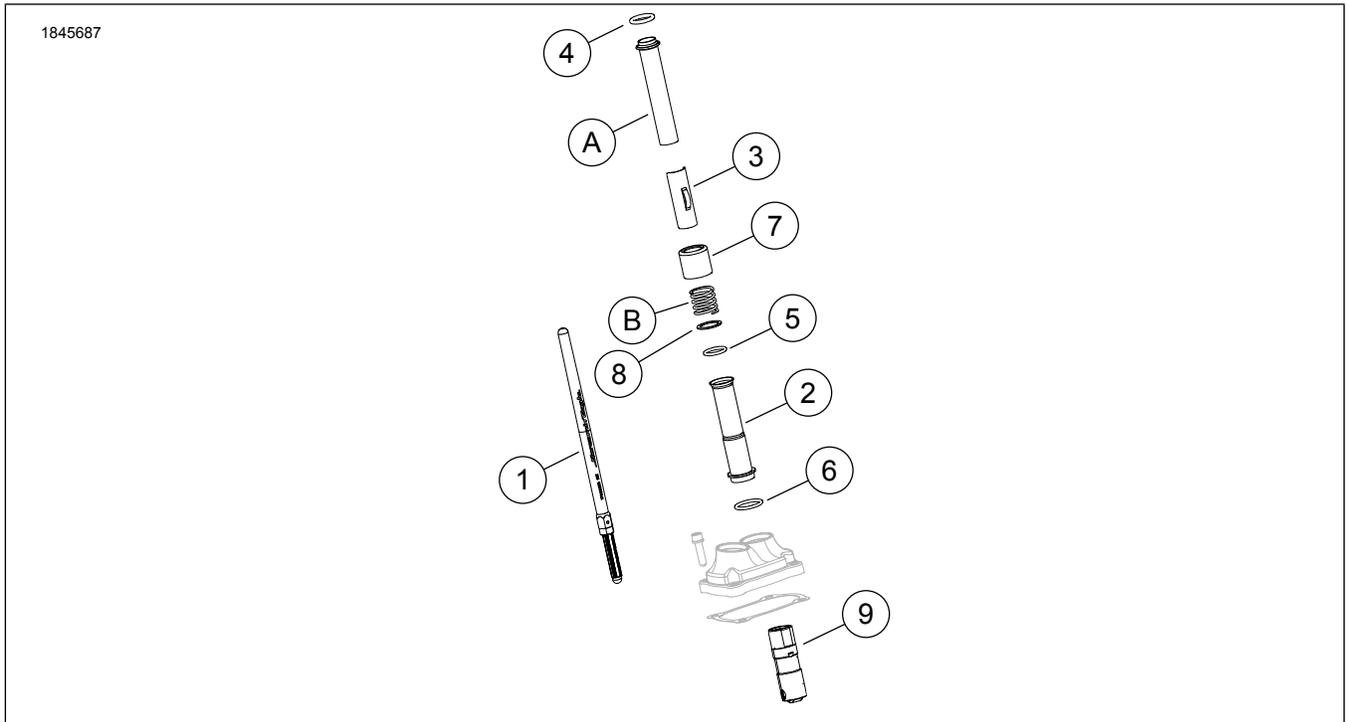
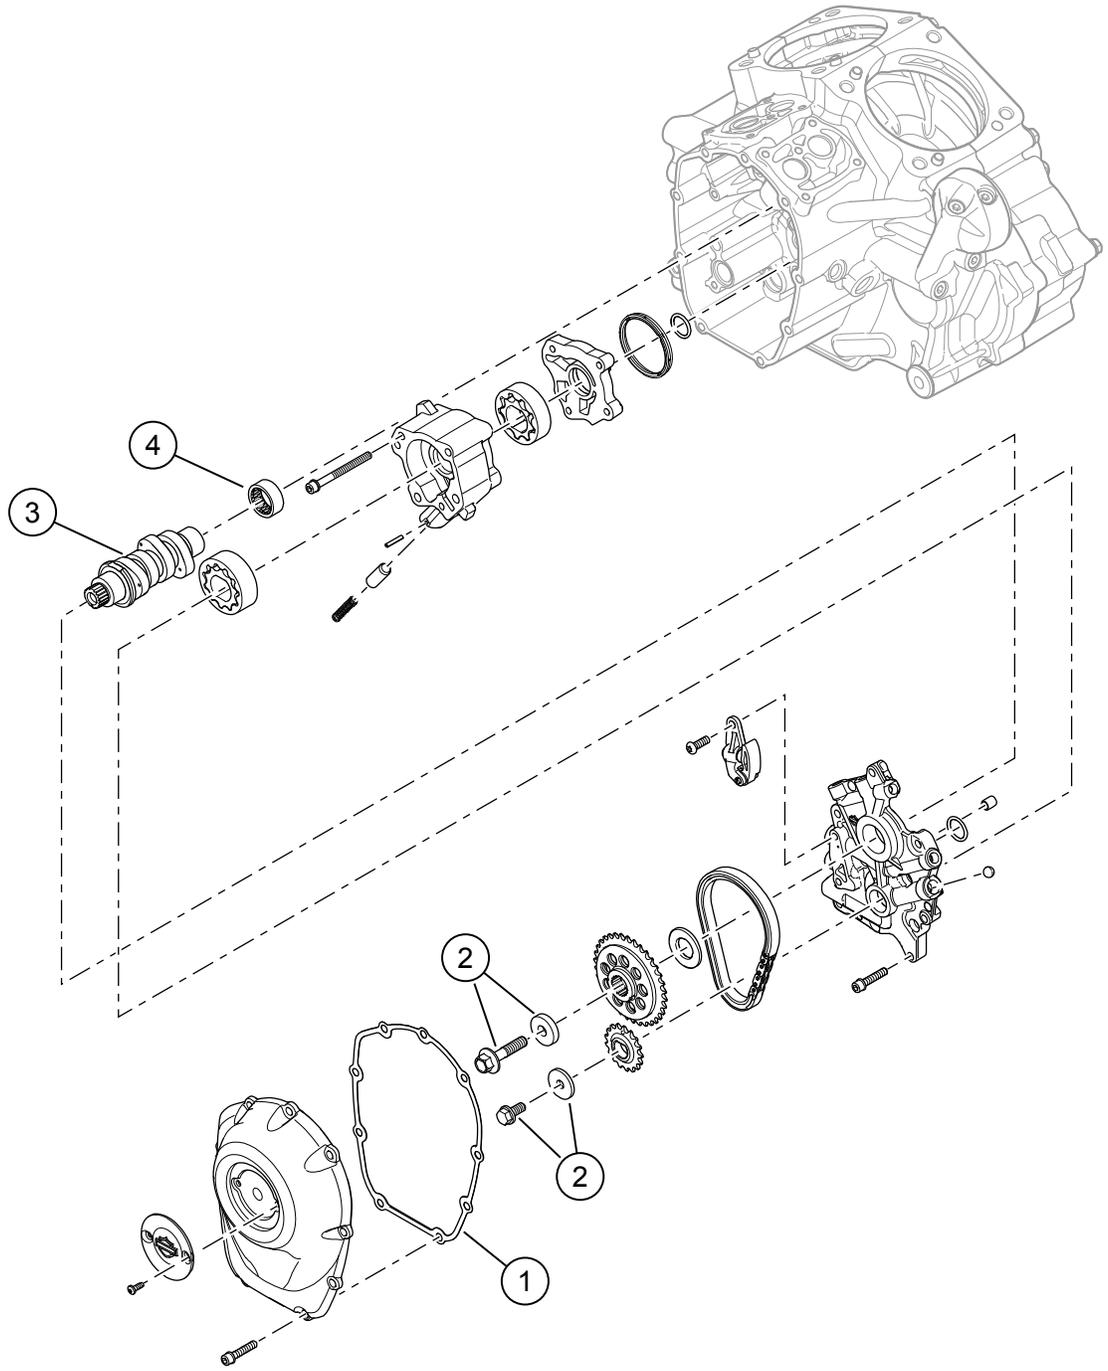

图1。套件内容：Screamin' Eagle Milwaukee-Eight Stage 2 套件
图2。套件内容：Screamin' Eagle Milwaukee-Eight Stage 2 套件
参见图1和图2。
1. 参见图 2。安装油泵。参见维修手册。